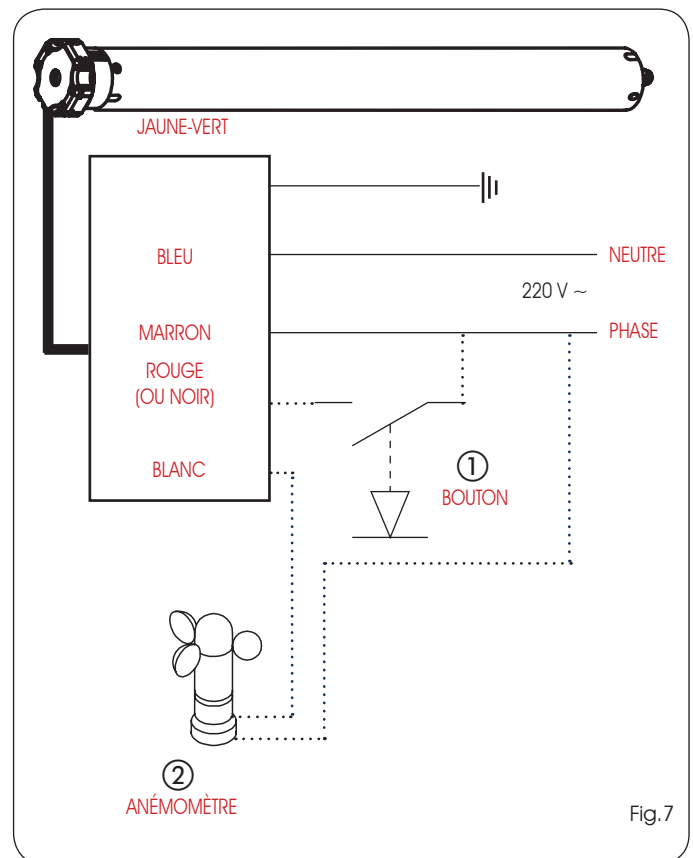

Fig.7
**AUTOMATISME COMMANDÉ À PARTIR D'UNE TÉLÉCOMMANDE ET D'UN ANÉMOMÈTRE :** si l'on souhaite réaliser ce type de configuration, connecter le fil bleu et le fil marron du moteur au secteur et le fil jaune-vert à la terre. Ne pas connecter le fil rouge (ou noir). Connecter l'ANÉMOMÈTRE d'après la figure 7.
**AUTOMATISME COMMANDÉ À PARTIR D'UNE TÉLÉCOMMANDE, D'UN BOUTON ET D'UN ANÉMOMÈTRE :** Si l'on souhaite utiliser ce type de configuration, connecter le moteur d'après le schéma de la figure 7.